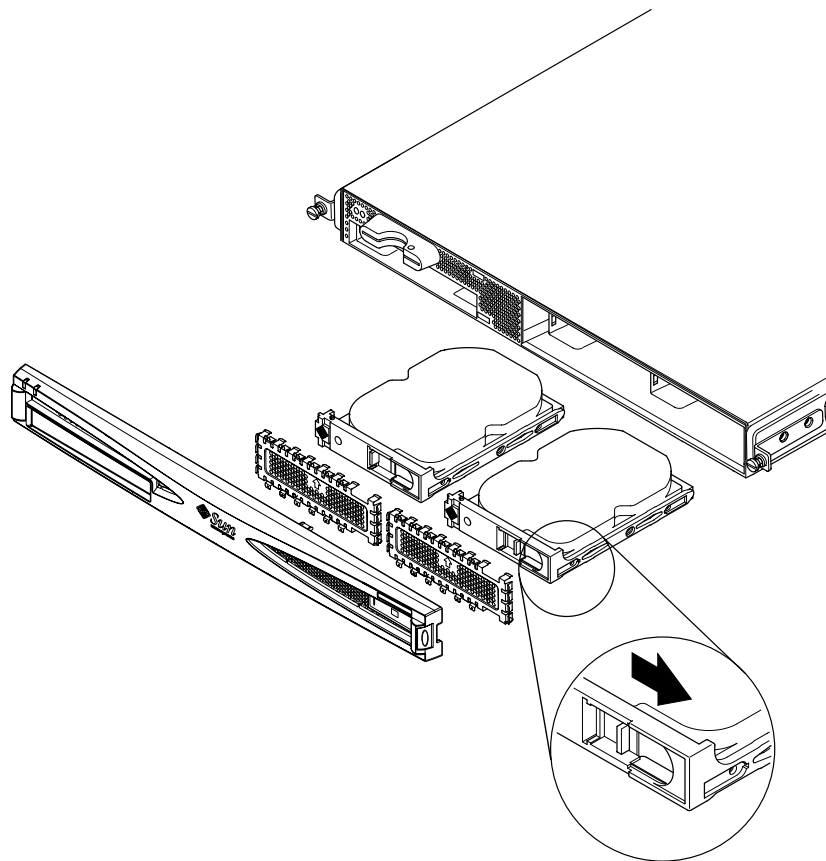

図 4-1 ハードディスクの挿入と取り外し
- 取り付ける場合は、本体正面のトレイにドライブを挿入し (図 4-1 を参照)、金属製のレバーが閉じ始める (ドライブがバックプレーンのコネクタにかみ合う) まで押し込みます。金属製のレバーを押して、ドライブをしっかりとドライブベイに装着します。
- 取り外す場合は、ディスク正面のラッチを右側にスライドさせます (図 4-1 を参照)。これによって、金属製のレバーが開きます。ラッチをスライドさせたままディスクをベイから途中まで引き出し、回転が止まるまで 1 分間そのままにします。ディスクが回転している間に完全に取り外すと、回転力によってベアリングが損傷を受けることがあります。回転が止まったら、ディスクをシャーシから引き出します。